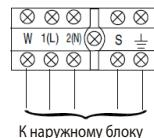

Рис. 19
1. Снимите крышку электрического отсека наружного блока (рис. 19).